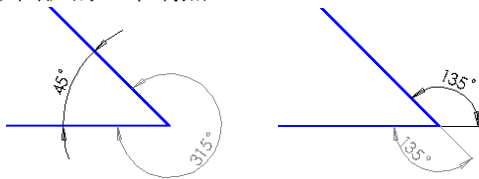

图 2-36 三种不同的夹角
- (1) 单击“尺寸/几何关系”工具栏中的“智能尺寸”按钮, 此时光标指针变为形状。
- (2) 用鼠标左键拾取第一条直线。
- (3) 标注尺寸线出现, 继续用鼠标左键拾取第二条直线。
- (4) 标注尺寸线显示为两条直线之间的角度, 并随着光标指针的移动。系统会显示 3 种不同的夹角角度, 如图 2-36 所示。
- (5) 单击鼠标将尺寸线固定下来。
- (6) 在“修改”对话框中输入夹角的角度值, 单击按钮完成标注。